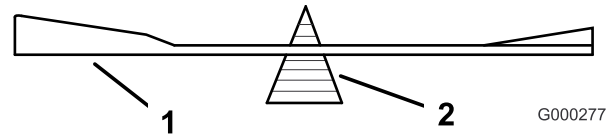

Figura 51
2. Verifique o equilíbrio da lâmina colocando-a num equilibrador de lâmina (Figura 51). Se a lâmina ficar numa posição horizontal, a lâmina está equilibrada e pode ser utilizada. Se a lâmina não estiver equilibrada,